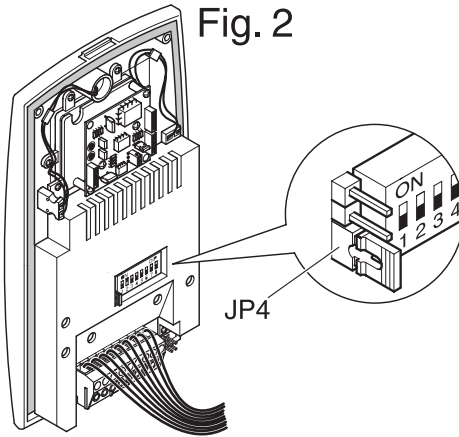

Fig. 3
3. Définir sur les micro-interrupteurs de l'article le code relatif à la fonction que l'on désire programmer (Fig. 3). Utiliser le tableau ci-dessous pour référence.